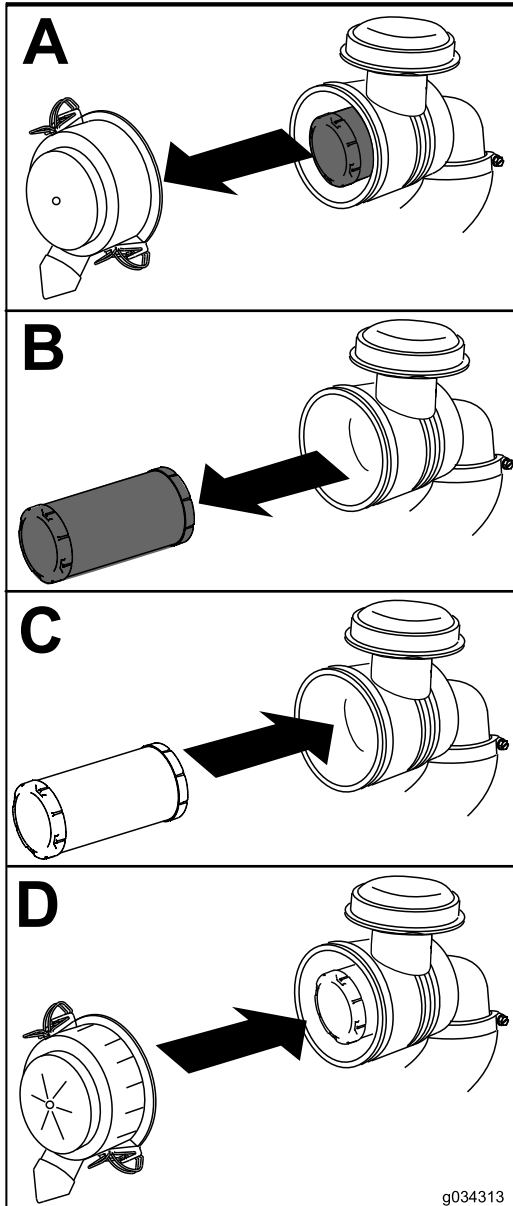

Figura 36
1. Extraiga con cuidado el filtro de aire del cuerpo del limpiador de aire (Figura 36).
4. Instale la tapa del limpiador de aire con el lado marcado "UP" hacia arriba, y fije los cierres (Figura 36).